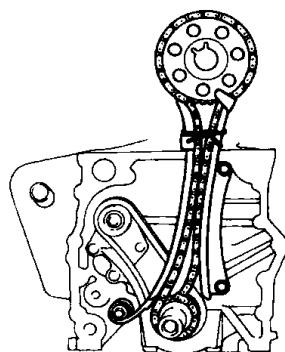

图 1-1-20 缚住正时链
③应确保链条被装到减振板和滑履间的位置。
④逆时针方向转动凸轮轴链轮，使链条保持松弛状态。
⑤见图 1-1-20，用绳索将正时链缚住，以防止它松开。